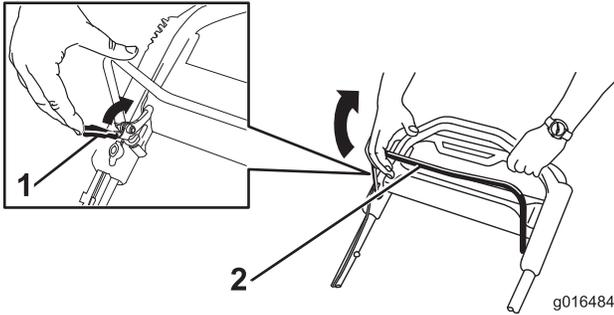

Figure 23
1. Ramenez le verrou de la barre de commande des lames vers la barre de commande des lames (Figure 23).
2. Serrez **lentement** la barre de commande des lames contre le guidon (Figure 23).